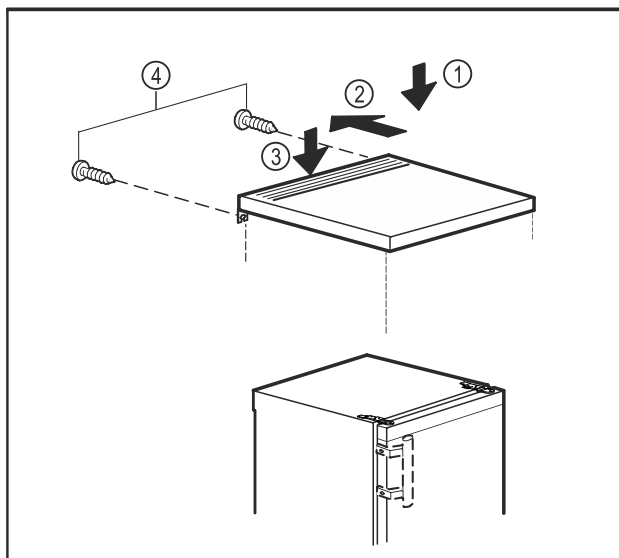

Fig. 11
- ▶ Helyezze az asztallapot a készülékre. Fig. 11 (1)
- ▶ Tolja hátra az asztallapot. Fig. 11 (2)
- ▶ Nyomja le az asztallap hátsó részét. Fig. 11 (3)
- ▶ Csavarozza a helyükre a csavarokat a hátoldalon. Fig. 11 (4)